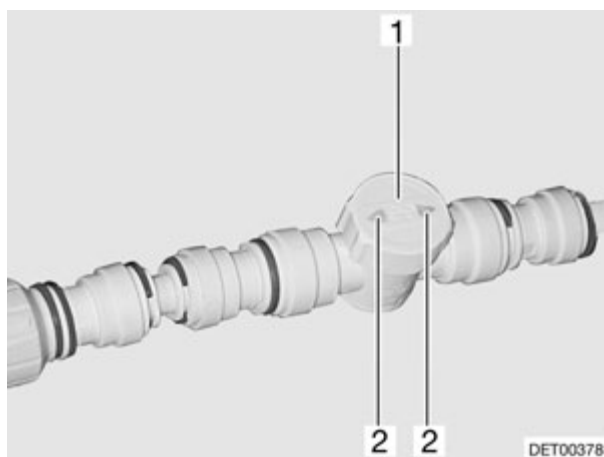

Fig. 103 Regulador del calentamiento del piso/calentamiento para depósito de aguas residuales
El regulador (Fig. 103,1) para el calentamiento del piso está montado en el piso, en el lado derecho del vehículo, aproximadamente a la altura del eje. El regulador para el calentamiento del depósito de aguas residuales está montado en el interior del vehículo, en la zona del depósito de aguas residuales.
- Ajustar el regulador (Fig. 103,1) en el rendimiento de paso deseado (paso máx. = flechas (Fig. 103,2) en la misma dirección que la tubería).
- Girar el regulador (Fig. 103,1) de tal manera que las flechas (Fig. 103,2) queden en posición transversal a la tubería de calefacción.